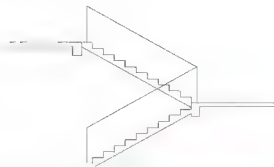

图 4.111 用【圆角】命令连接栏杆线和扶手线
(3) 启动【圆角】命令, 选择【修剪】模式, 半径为“0.0000”, 将垂直线和斜线连接在一起, 结果如图 4.111 所示。